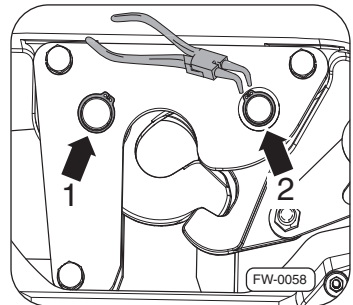

Abb. 31 · Sicherungsringe entfernen
4. Die Sicherungsringe ⇒Abb. 31, -Pfeil 1- und -Pfeil 2- entfernen.